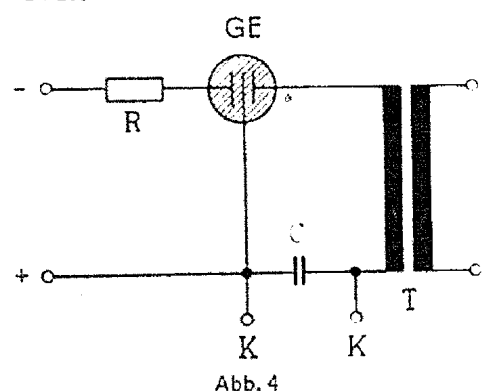

Abb. 4
**Anwendung:** Gleichrichtung niedergespannter und hochfrequenter Ströme. Der Glimmdetektor arbeitet gemäß Schaltung Abb. 4. Er liegt an einer Gleichspannung über den Schutzwiderstand R, der so zu bemessen ist, daß der fließende Ruhestrom etwa doppelt so groß ist wie der zu entnehmende Gleichstrom. Die Gleichrichterelektrode GE ist über den Transformator T mit der Wechselspannungsquelle verbunden. Die gleichgerichtete Spannung kann an den Klemmen KK entnommen werden. C ist ein Ladekondensator.